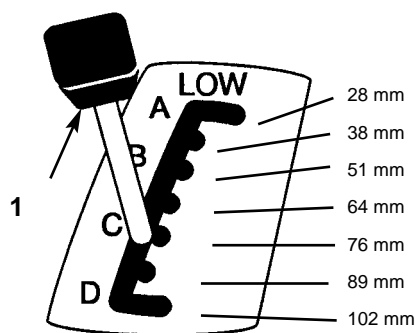

Fig. 6
2. Tirate la leva dell'altezza di taglio (sollevamento sistema di taglio) ed inseritela nella posizione richiesta (Fig. 6)